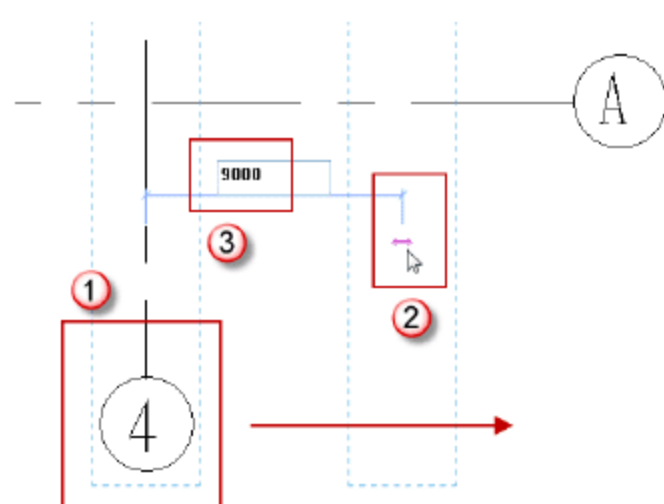
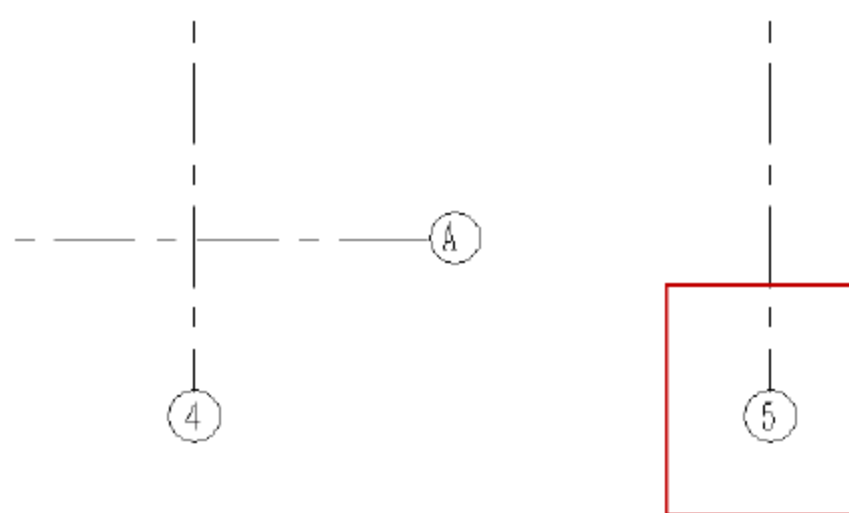

图 1.3.13 复制轴线
图 1.3.14 生成 5 轴
(11) 复制生成 5 轴。选择 4 轴，按快捷键 C+O，将光标向右移动，输入 9000 距离，并按 Enter 键，如图 1.3.13 所示。完成后，可以观察到生成了 5 轴，如图 1.3.14 所示。